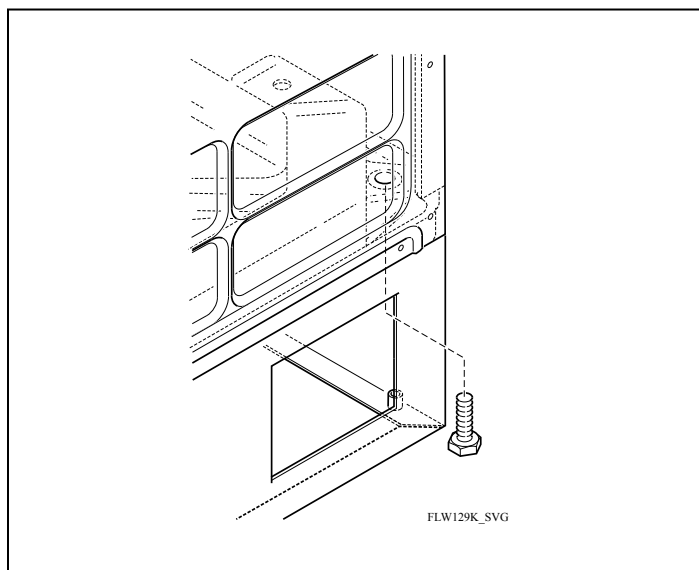

Figure 6
15. Fixer le lave-linge au socle en vissant deux vis de 1/2 po dans les trous filetés à l'arrière du socle. Voir la *Figure 6*. Serrer les vis après les avoir toutes partiellement insérées.